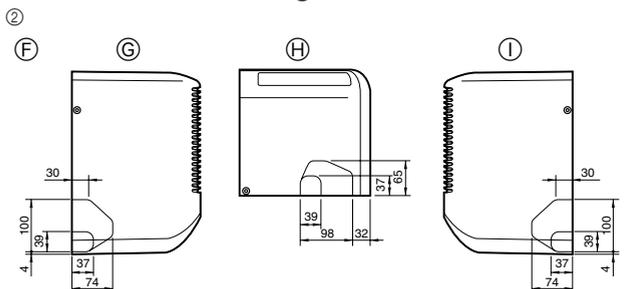

Fig. 4-3
- 2) Bepaal de plaats van de doordrukopeningen op het apparaat (Fig. 4-3)